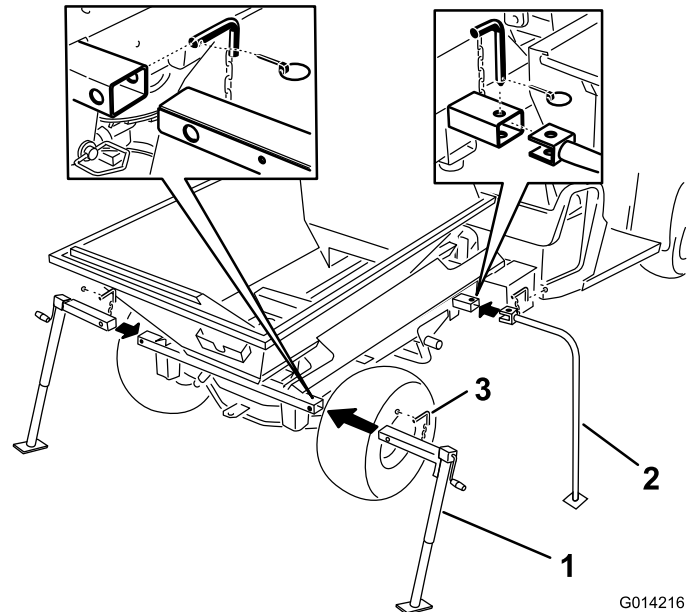

図 1
7. プロパス前部に格納スタンドの脚をセットし、後部にジャッキ・スタンドをセットし、それぞれをロックピンで固定する（図 1）。